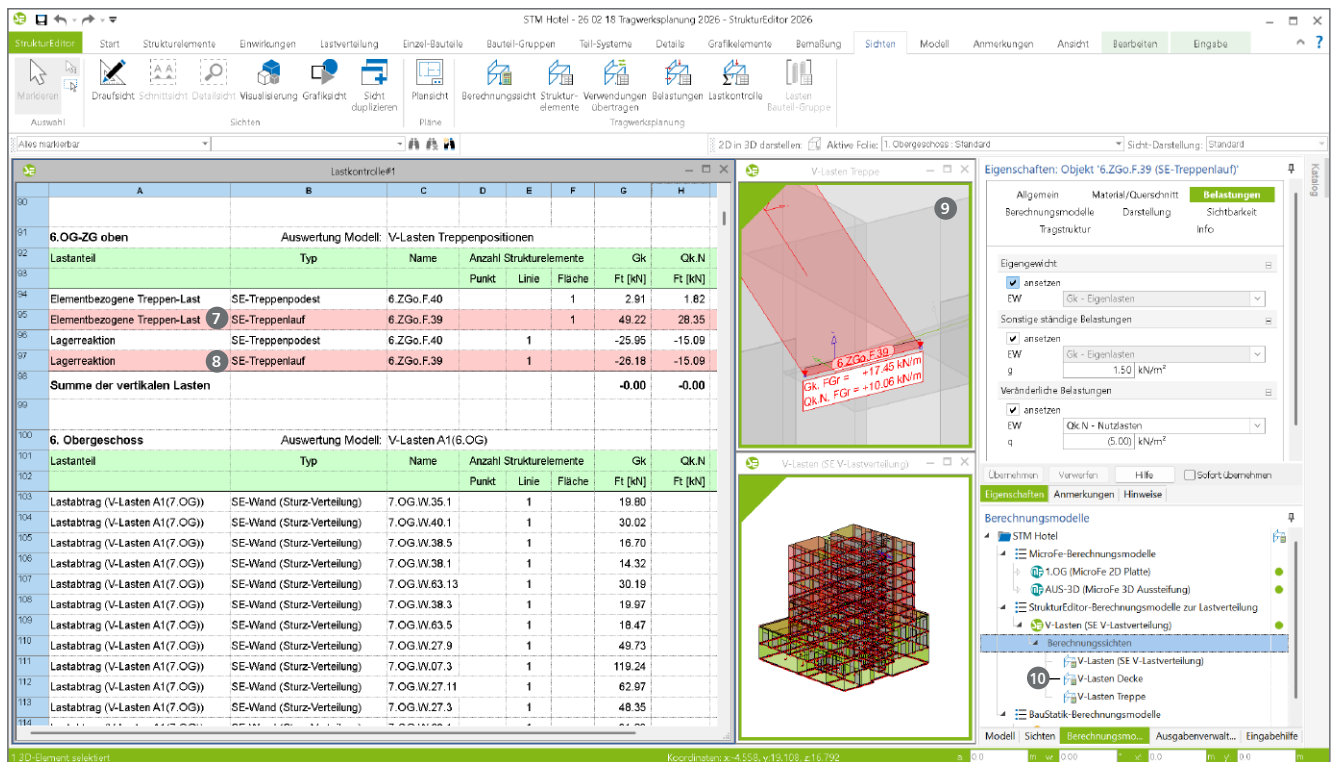

Bild 5. Kontrolle der verteilten Belastungen mit Listensichten
Die Listensichten zur Kontrolle der vertikalen Lastverteilung ermöglichen eine detaillierte Überprüfung und eine gute Nachvollziehbarkeit der Lastverteilung. In Bild 5 wird deutlich, wie zeilenweise die einzelnen elementbezogenen Lastwerte, gegliedert nach dem jeweiligen Lastanteil, übersichtlich aufgeführt werden.
In diesen detaillierten Auflistungen sind auch die Lastanteile aus den Treppen enthalten. Die Treppen, bestehend aus SE-Treppe und SE-Podest, erscheinen dabei typischerweise zweifach in den Listensichten: Zum einen als „Elementbezogene Treppenlast“ ⑦, welche die Lastsummen aus Eigenlast und Nutzlast enthält, und zum anderen als „Lagerreaktionen“ ⑧, welche die Lasten der eigentlichen Lastweiterleitung abbilden. Grundsätzlich zeigt die Listensicht in Bild 5 ab Zeile 91 die Belastungen aus dem Zwischengeschoss „6. OG ZG oben“. Dieses Zwischengeschoss beinhaltet ausschließlich die Treppenelemente und dient der Ermittlung der Lagerreaktionen für die Zwischengeschossdecke im Treppenhaus.
Als zusätzliche Kontrolle können Berechnungssichten für eine visuelle Überprüfung der Lastverteilung genutzt werden. Im Regelfall erhält jedes Berechnungsmodell bei der Erstellung automatisch eine Berechnungssicht. Im Nachgang können jedoch weitere Berechnungssichten für dasselbe Berechnungsmodell erzeugt werden, um gezielt Teilaspekte des Modells darzustellen. Bild 5 zeigt beispielhaft eine Berechnungssicht, die ausschließlich die Lasten der Treppenlastverteilung aus Zeile 97 ⑧ der Listensicht grafisch darstellt.